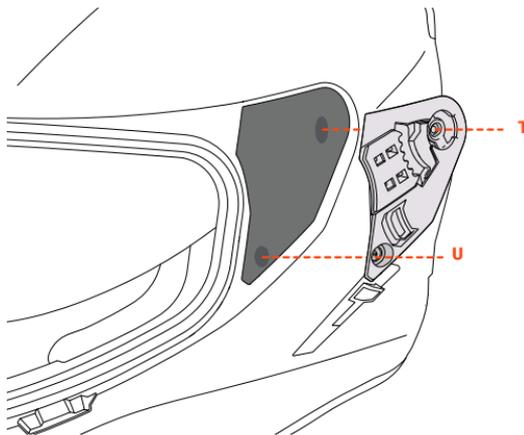

FIGURA 16
**MECCANISMO VISIERA** – Figura 16**Sostituzione****Rimozione**